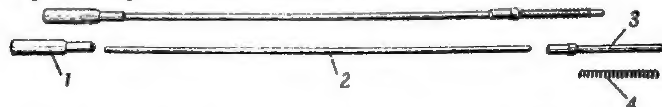

Рис. 14. Газовый цилиндр со штоком и толкателем:
15. Газовый цилиндр со штоком и толкателем (рис. 14) служит для передачи энергии пороховых газов стволу затвора. Газовый цилиндр имеет сквозной канал для патрубка и гнездо для соединения со штоком. Шток представляет собой цилиндрический стержень, один конец которого входит в гнездо газового цилиндра, а другой — в гнездо толкателя. На задний конец толкателя надевается пружина, которая после прекращения действия газов на газовый цилиндр возвращает в переднее положение толкатель, шток и газовый цилиндр.